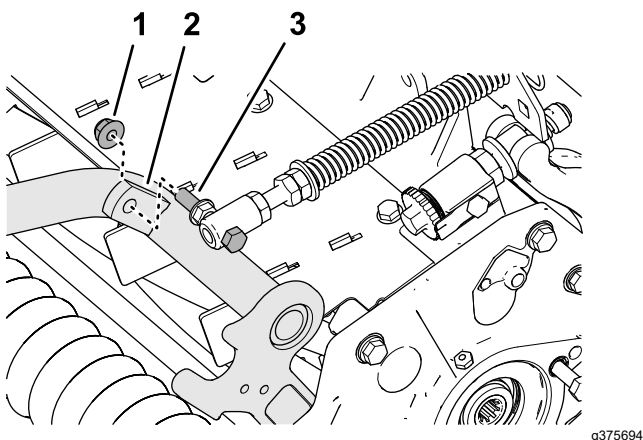

**Figure 8**
3. Retirez le contre-écrou à embase ( $\frac{3}{8}$ ") qui fixe la vis du ressort de compensation sur la patte droite du bâti porteur, et retirez le ressort de compensation de l'unité de coupe (Figure 8).